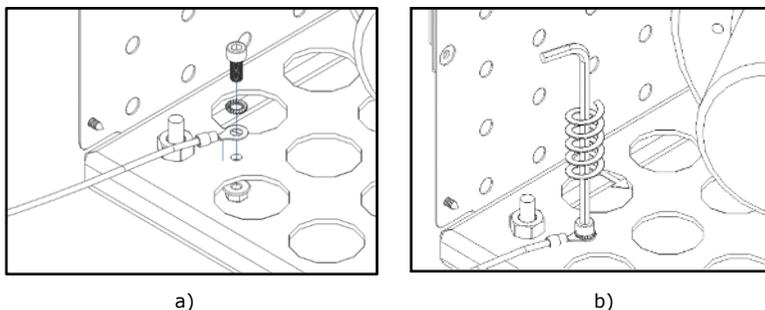

Figura 77 - Ligação cabo de terra do ventilador
k) Para realizar a ligações elétricas numa 1ª fase deve conectar o cabo terra a máquina. Para isso deve colocar uma das extremidades do cabo junto ao furo existente na base do equipamento. Com o parafuso C, porca e anilha apertar o cabo ao fundo tal como demonstra a Figura 77-b.